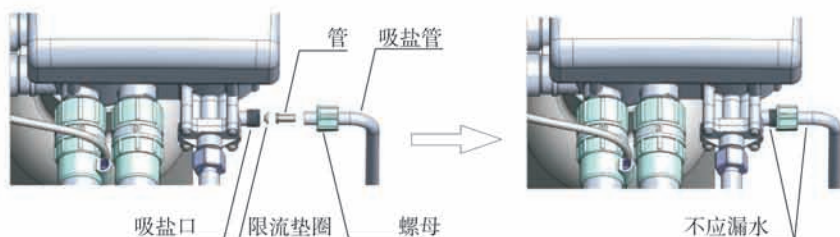

图1-5
⑥安装吸盐管路
- a、如图1-5所示，将G3/8螺母套入吸盐管内；